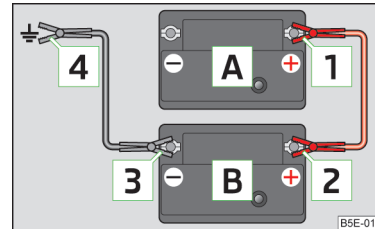

Abb. 153
- Die Klemme **1** am Pluspol der entladenen Batterie **A** » Abb. 153 befestigen.